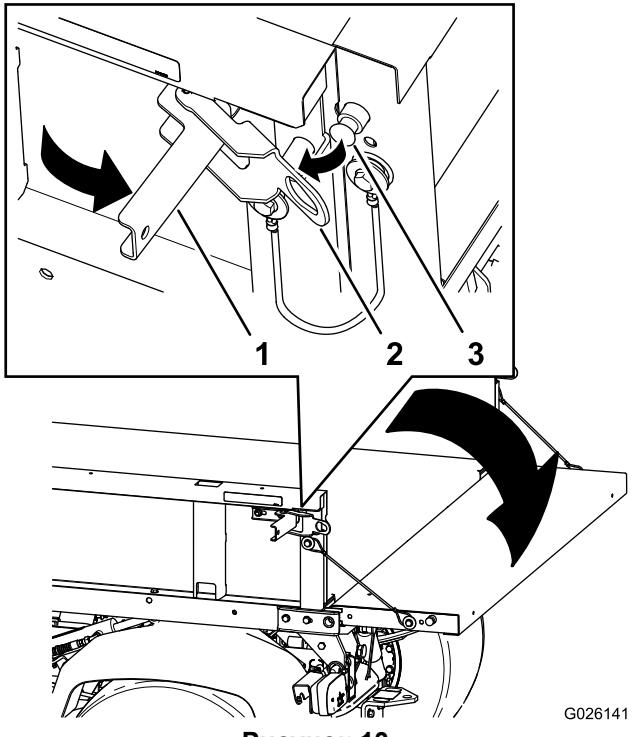

Рисунок 13
2. Откройте защелки на левой и правой сторонах кузова и опустите откидной борт (Рисунок 13).